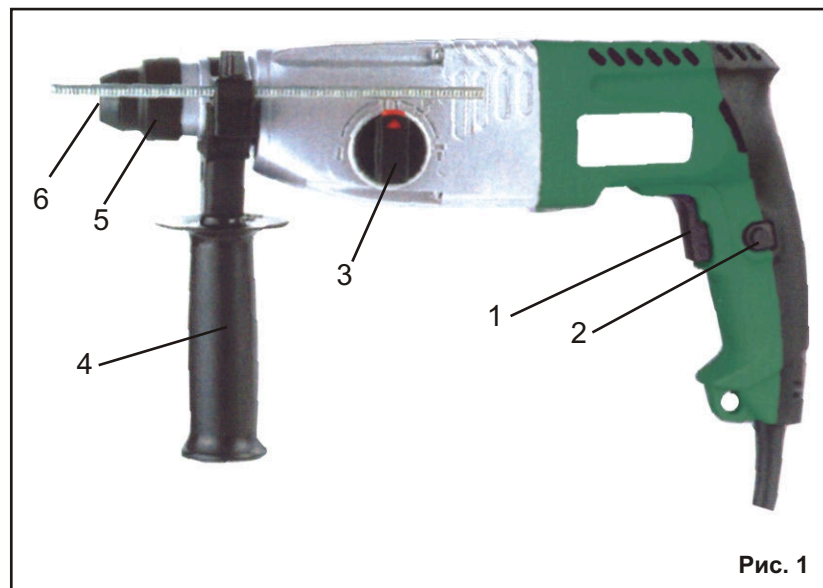

Рис. 1
4.1 Внешний вид перфоратора представлен на Рис. 1